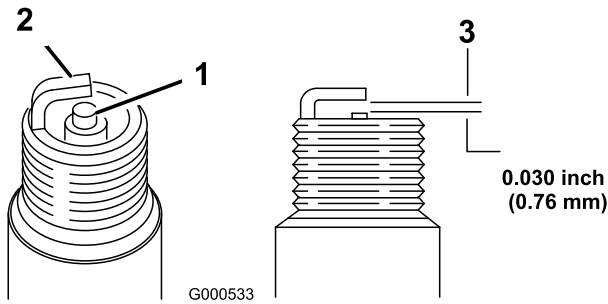

Bild 25
1. Prüfen Sie die Zündkerze (Bild 25).
2. Prüfen Sie den Abstand zwischen den mittleren und seitlichen Elektroden (Bild 25). Verbiegen Sie die seitliche Elektrode, wenn der Abstand nicht stimmt.